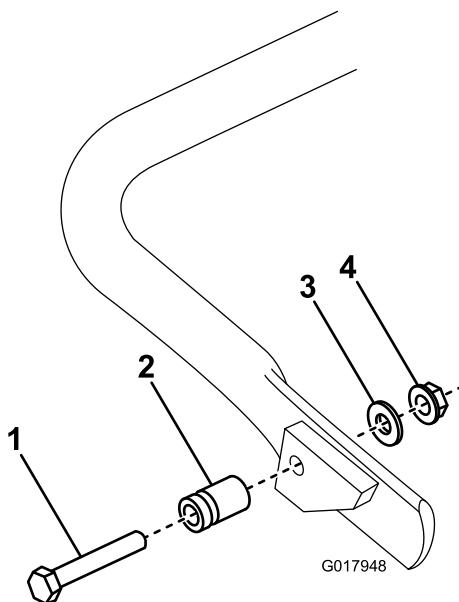

Figura 5
1. Apenas no modelo 04056, ligue a cavilha de mola ao lado direito do apoio (Figura 5) utilizando o parafuso, anilha e porca flangeada fornecidos.